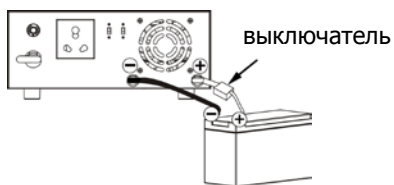

Рис.1
постоянного тока в положение OFF (ВЫКЛ.) (см. рис. 1).
- 1) Подключение одного аккумулятора (см. рис. 1):** При подключении одного аккумулятора необходимо учитывать, что его напряжение должно быть равно номинальному напряжению постоянного тока ИБП